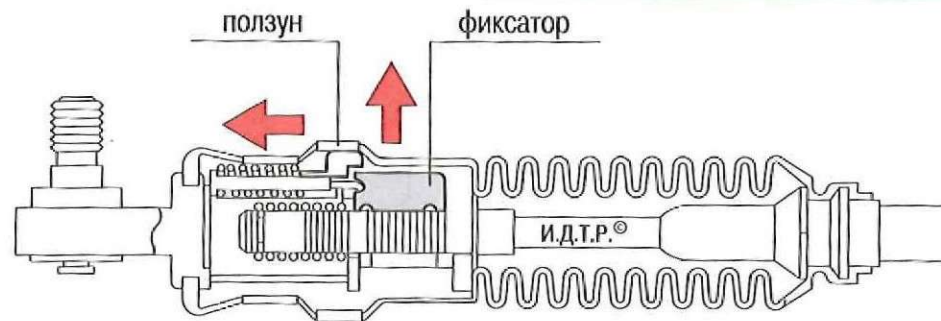
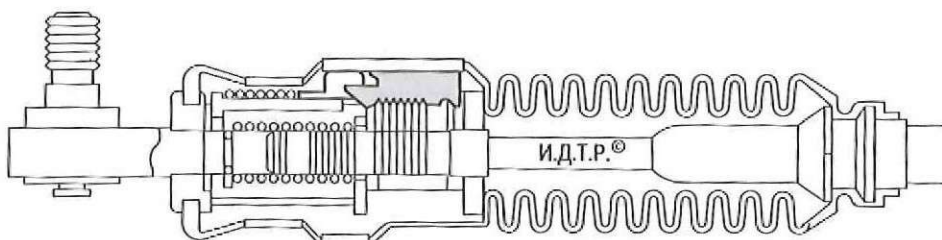

Рис. 6.25. Перемещение ползуна троса механизма переключения передач
Рис. 6.26. Извлечение фиксатора троса механизма переключения передач
6. Сдвиньте ползун 1 (рис. 6.25) в направлениях, указанных стрелками, и извлеките фиксатор (рис. 6.26).
7. Установите трос механизма переключения передач в порядке, обратном снятию. Установите фиксатор в прежнее положение (см. рис. 6.25).
Нажимайте на фиксатор, до момента фиксации замка ползуна (рис. 6.25).